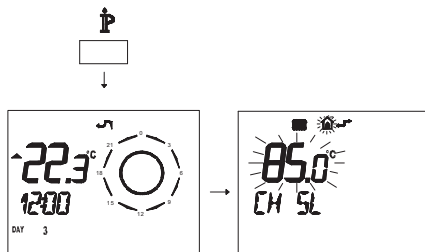

Рисунок 5.24
- Нажмите и удерживайте 3 секунды кнопку  , чтобы войти в режим *INFO* (Рисунок 5.24).